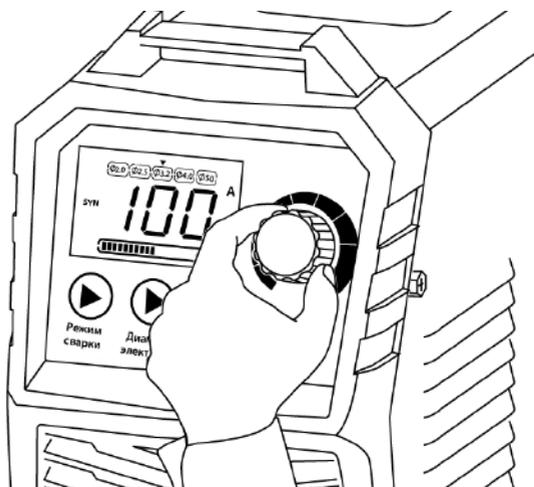

Рис. 9.1.5. Установка силы тока.
3. Установите необходимое значение силы тока (см. рис. 9.1.5).